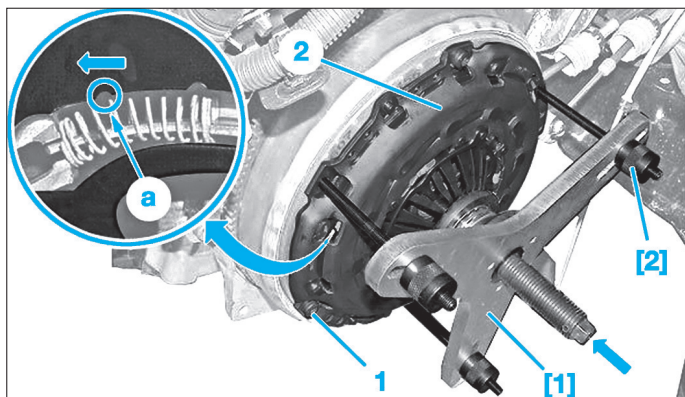
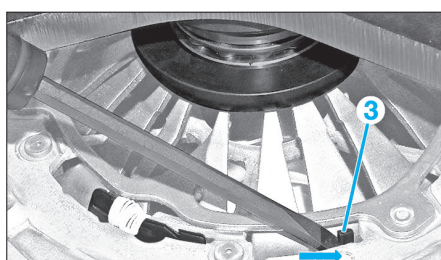

Fig. 5
Fig. 6
- Déposer les trois vis de fixation (une vis sur deux) pour positionner les outils [1] et [2] sur le mécanisme d'embrayage (Fig.5).
- Reposer le mécanisme d'embrayage (2) sans le disque d'embrayage (Fig.5).
- Positionner les outils [1] et [2] sur le mécanisme d'embrayage (2).
- Visser les trois tiges de maintien [2] à la place des vis (1).
- Visser la vis centrale de l'outil pour comprimer le mécanisme d'embrayage (2).
- Maintenir les ressorts de rattrapage de jeu comprimés en exerçant une poussée sur l'index (3) (Fig.6) puis dévisser de quelques tours la vis (flèche) de l'outil [1] pour détendre le mécanisme d'embrayage (Fig.5).
- Reposer les vis (1).
- Dévisser de quelques tours la vis (flèche) de l'outil [1] pour détendre le mécanisme d'embrayage (Fig.5)
- Dévisser de quelques tours la vis (flèche) de l'outil [1] pour détendre le mécanisme d'embrayage (Fig.5).